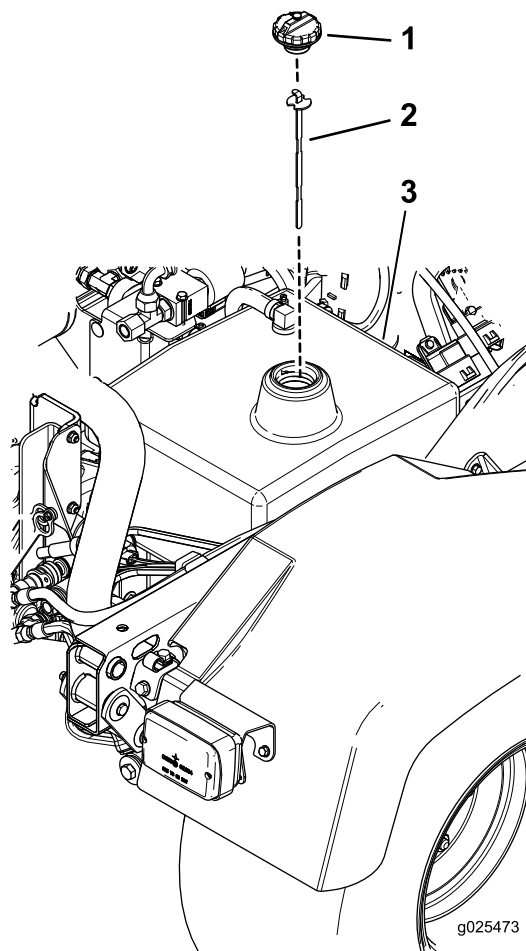

Figura 22
1. Pulite la zona intorno al collo del bocchettone e il tappo del serbatoio idraulico (Figura 22). Togliete il tappo dal collo del bocchettone.
2. Togliete l'asta di livello (Figura 22) dal collo del bocchettone e pulitela strofinando con un panno pulito. Inserite l'asta di livello nel collo del bocchettone, quindi estraetela e controllate il livello del fluido. Il livello del fluido deve essere compreso tra le due tacche dell'asta di livello.